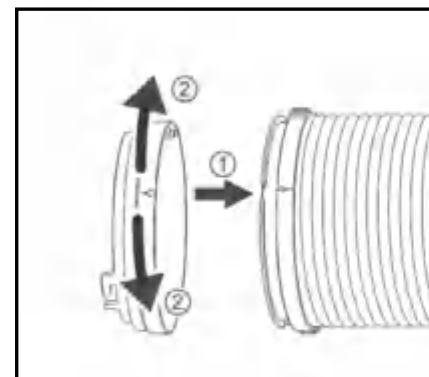
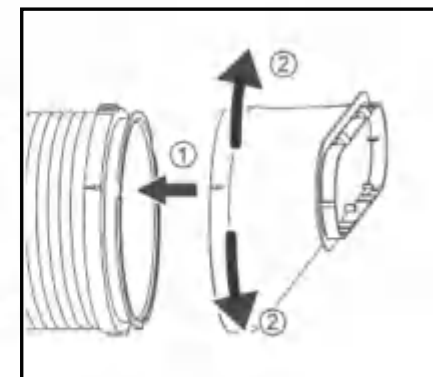

Fig. 3
Fig. 4
- Allineare le frecce del raccordo del condotto rispetto al condotto, collegare il raccordo e ruotarlo di 60° in senso orario o antiorario (Fig. 3). Collegare l'uscita del condotto al condotto nello stesso modo (Fig. 4).